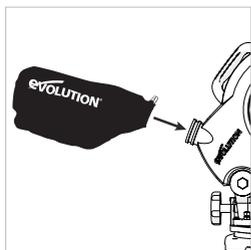

図29
- ・ クリップを広げた状態で排出口の溝にはめ込み、隙間ができないように取付けます。(図29)